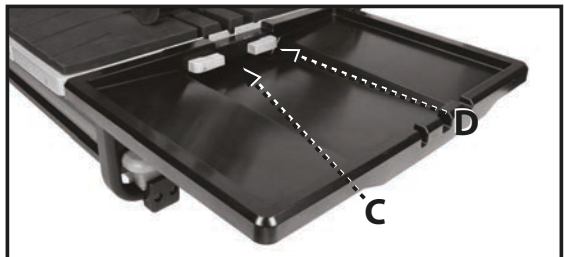

FIGURE 11
3. Fixez le plateau supérieur en ajustant la découpe (C, fig. 11) sur le plateau au-dessus de la plaque de montage (D, fig. 11) sur la table.